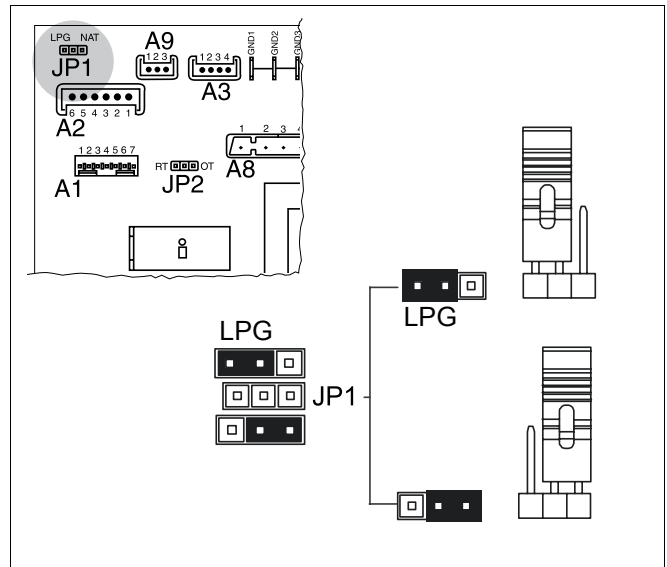

Рис. 48 Перенастройка природный газ/сжиженный газ
- Перемычку JP1 (рис. 48) на плате регулирования переставить в положение "LPG".